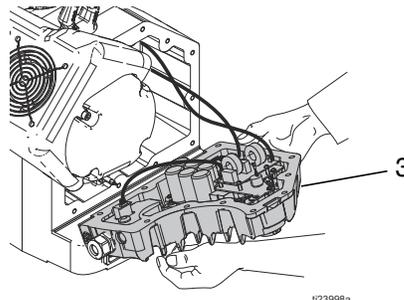

FIG. 18: Quite la tapa del sistema electrónico
4. Retire con cuidado la tapa del sistema electrónico (3). Consulte FIG. 18, en la página 20.